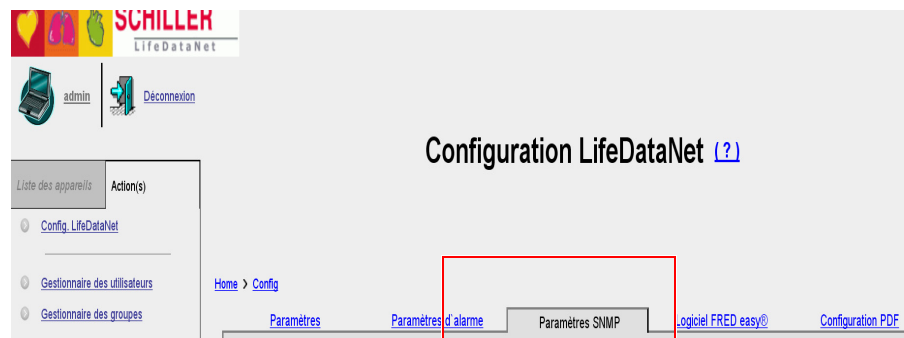

Abb. 5.15 SNMP-Parameter im LifeDataNet®
- (1) Reiter „Online“ in **FREDCO®**.
- (2) „RO und RW Community“ Passwort.
- (3) Bestätigung der Konfiguration des Reiters „Online“.
- Geben Sie das „RO und RW Community“ Passwort ein (2). Das Passwort kann frei gewählt werden, muss aber mit dem unter dem Abschnitt „**FREDeasy®**“ des Reiters „SNMP Parameter“ im **LifeDataNet®** übereinstimmen (siehe Abb. 5.15 SNMP-Parameter im LifeDataNet®).